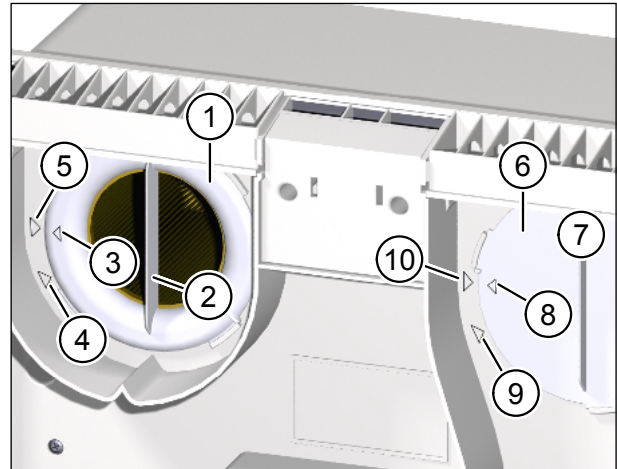

Abb. 4: Gebrauchte Filter entfernen
- ▶ Drehen Sie den Filtrerring (Pos. 1 in Abb. 4) an der Griffleiste (Pos. 2 in Abb. 4) gegen den Uhrzeigersinn, bis der Pfeil am Filtrerring (Pos. 3 in Abb. 4) auf den Pfeil der Entnahmeposition (Pos. 4 in Abb. 4) zeigt.
- ▶ Drehen Sie den Filterdeckel (Pos. 6 in Abb. 4) an der Griffleiste (Pos. 7 in Abb. 4) gegen den Uhrzeigersinn, bis der Pfeil am Filterdeckel (Pos. 8 in Abb. 4) auf den Pfeil der Entnahmeposition (Pos. 9 in Abb. 4) zeigt.